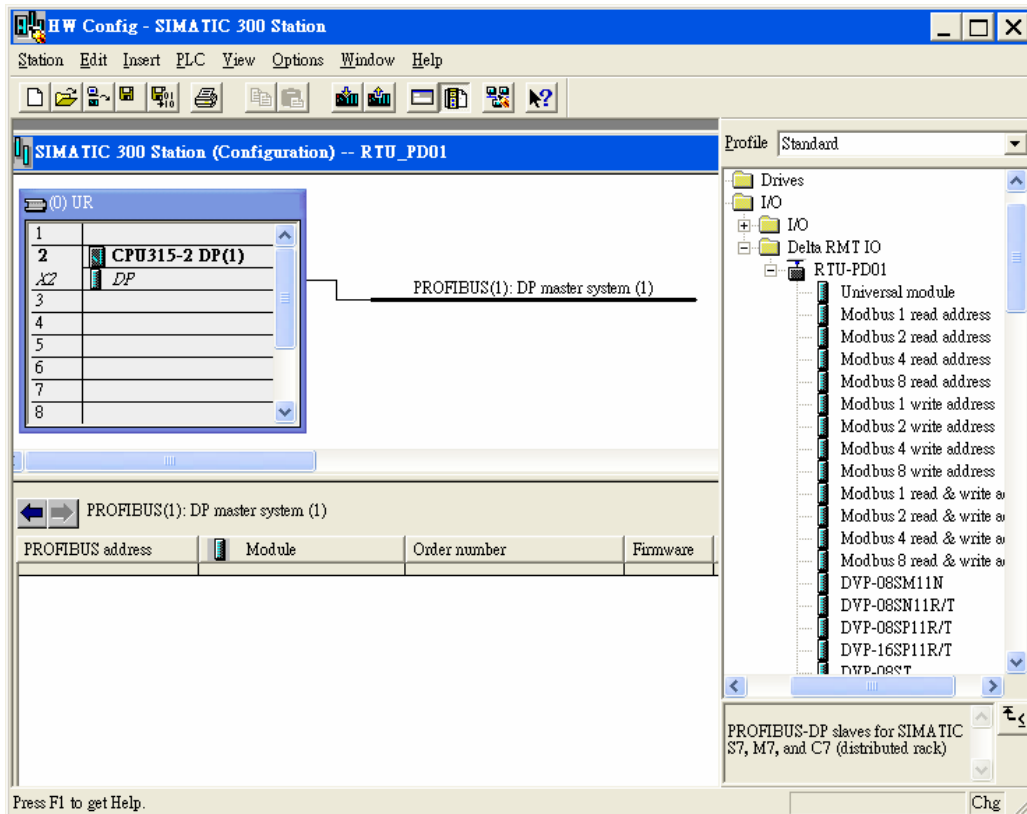

图 10-20
1. 如图 10-20 所示，选中 PROFIBUS DP 总线，双击图 10-20 右栏内的 RTU-PD01 图标会出现一个新的对话框。